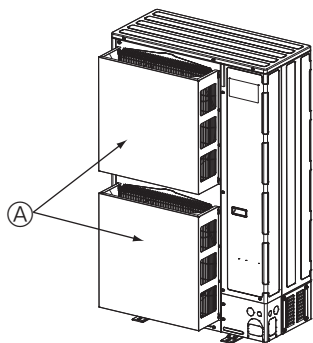

Fig. 2-17
- ② Installieren Sie eine als Sonderzubehör erhältliche Luftschutzführung, wenn die Anlage an einem Aufstellort installiert ist, an dem die Gefahr besteht, dass starker Wind direkt in die Luftaustrittsöffnung bläst. (Fig. 2-17)